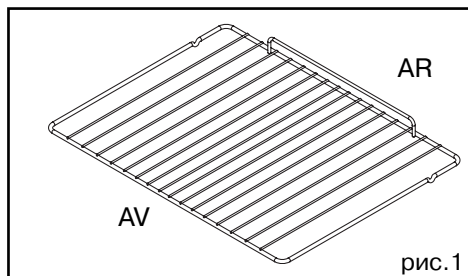

рис. 1
• Решётка для защиты от опрокидывания (рис. 1).